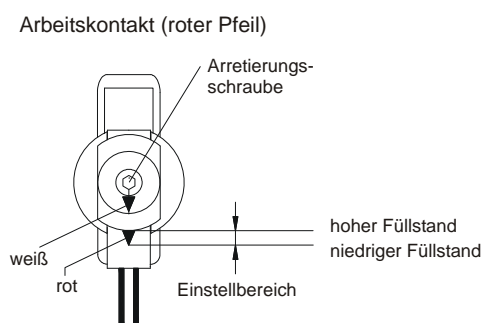
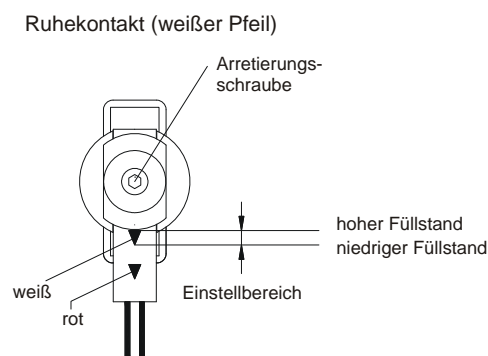

Abb. 15
Abb. 16
- Danach lösen Sie die Arretierungsschraube (Innensechskant SW2,5 bei Messing- und Edelstahlausführung bzw. Kreuzschlitz bei Kunststoffausführung) und verschieben die Schalteinheit so weit, dass bei gewünschtem Arbeitskontakt (→ Abb. 15) der rote bzw. bei Ruhekontakt (→ Abb. 16) der weiße Pfeil am Eingang der Führung der Schalteinheit sichtbar ist.